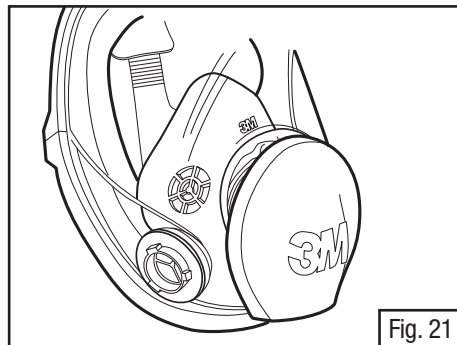

Fig. 21
2. Instale novas juntas nas conexões de baioneta da abertura de inalação na peça facial. Certifique-se de que as juntas estão na posição adequada sob os três ressalto de baioneta (Fig. 21).